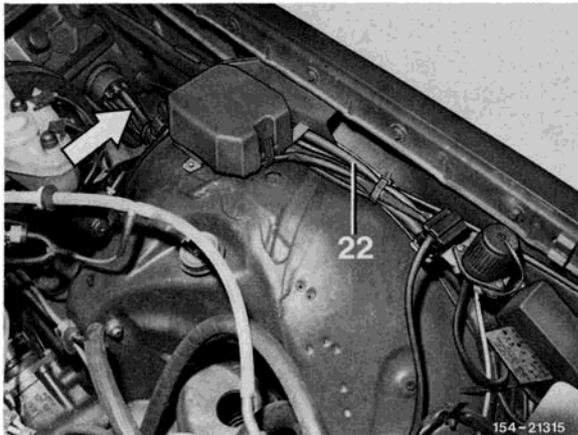

Bild 11
**28** Gehäuse von der 8poligen Kupplung des Zusatzleitungssatzes abmontieren. Zusatzleitungssatz vom linken Fußraum aus, durch die Gummitülle des Hauptleitungssatzes in den Motorraum bis zum Diagnosestecker verlegen und befestigen. Anschließend Gehäuse wieder montieren (Bild 11).